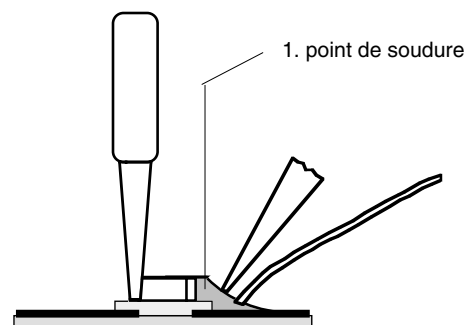

Fig. 4
4. Poser le composant CMS sur cette pointe de soudure, centrer et souder. Maintenir le composant CMS à l'aide d'une pince brucelle (Fig. 4).